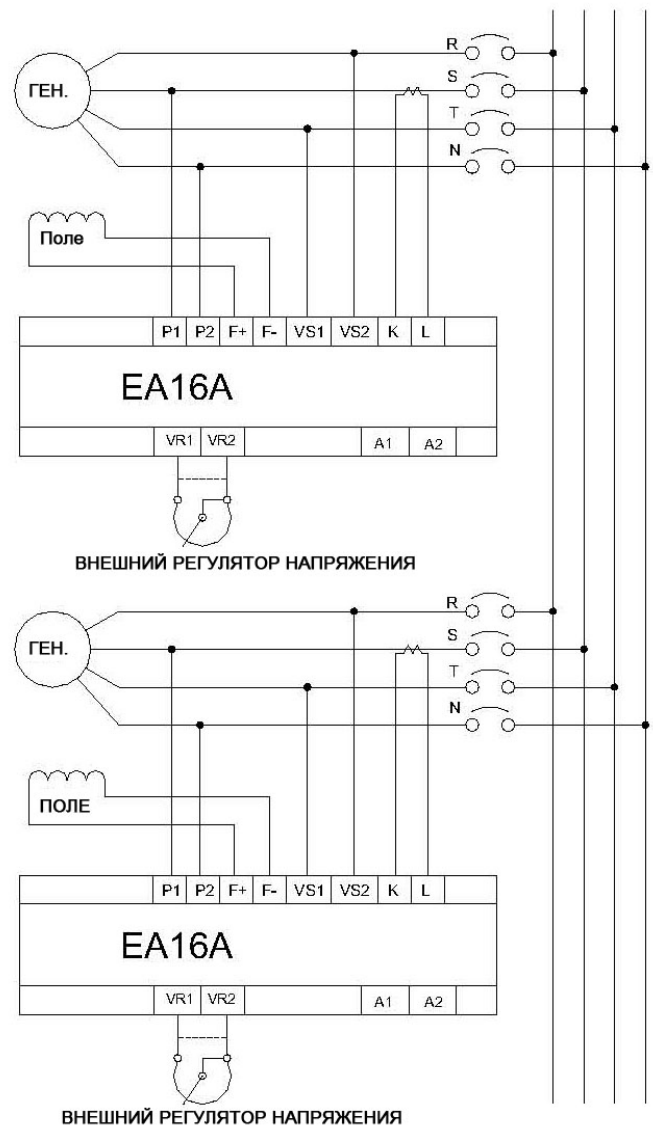

Рис. 2 Параллельное соединение
1. Примечание по установке : (См. Рис. 2 и 4).